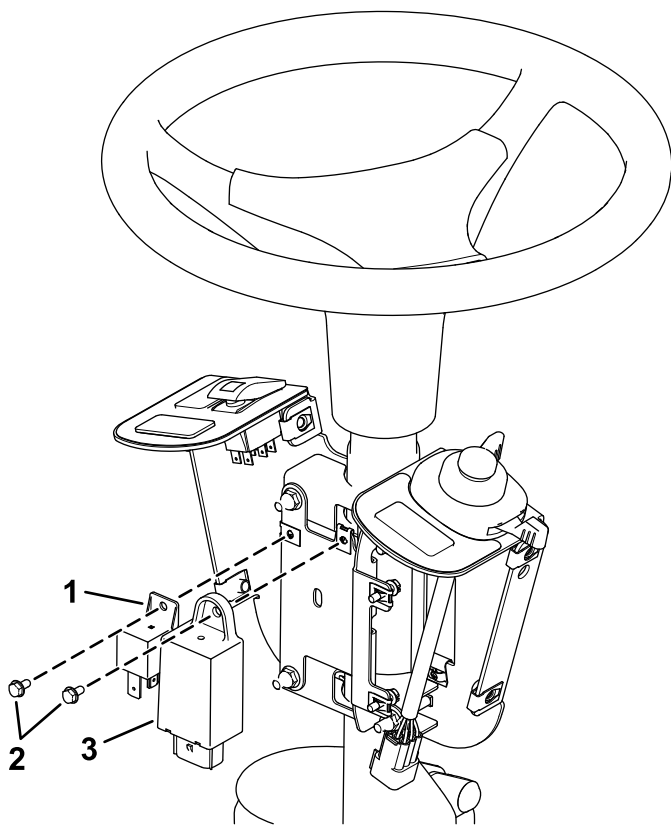

Bild 7
4. Befestigen Sie den Blinker und das Relais mit zwei Schrauben (Nr. 10 x 3/8") auf der Montageplatte der Sicherung, wie in **Bild 7** dargestellt.